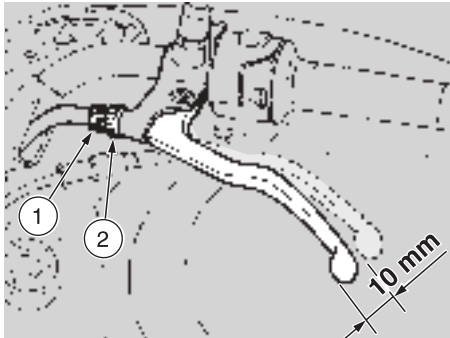

Fig. 16
Los ajustes de menor importancia pueden ser llevados a cabo mediante el regulador de la palanca mando (1-Fig.16):
- ♦ Afloje la contratuerca (2-Fig.16).
- ♦ Enrosque o desenrosque el regulador palanca mando (1-Fig.16) hasta que la carrera en vacío en la extremidad de la palanca del embrague sea aproximadamente de 10 mm (véase Fig. 16).
- ♦ Afloje la contratuerca (2 Fig. 16) y enrosque completamente el regulador palanca mando (1-Fig.16).